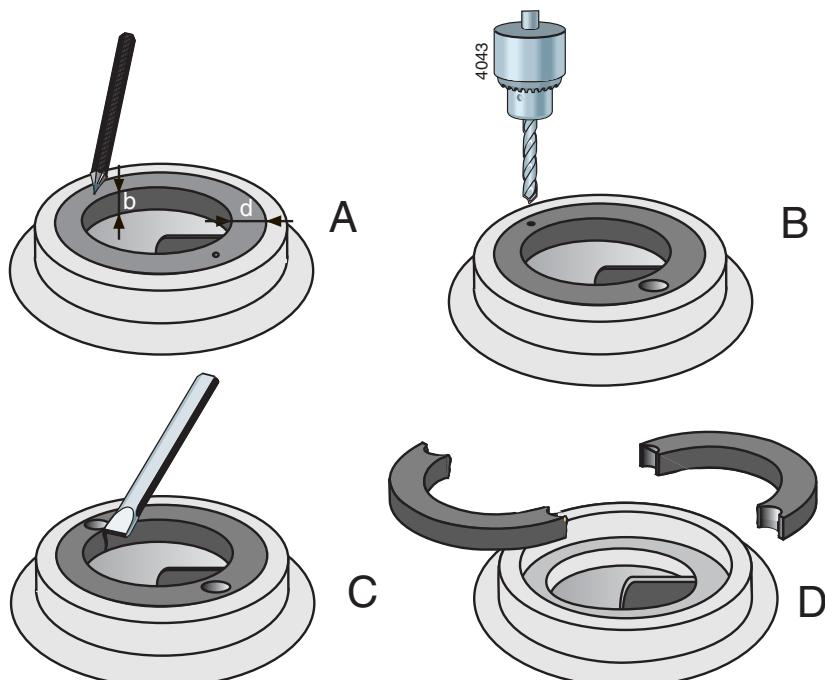

Рисунок 6: Снятие компенсационного кольца.
- 1 Измерьте толщину **d** и ширину **b** кольца, см. рисунок 6 А.
- 2 Сделайте небольшое отверстие в середине обода кольца в 2 местах - одно напротив другого, см. рисунок 6В.
- 3 Выберите сверло, диаметр которого меньше, чем толщина **d** кольца, и просверлите 2 отверстия в ободе кольца, см рисунок 6С. **Не высверливайте глубже, чем ширина **b** кольца.** Убедитесь, что установочный край корпуса насоса не поврежден.